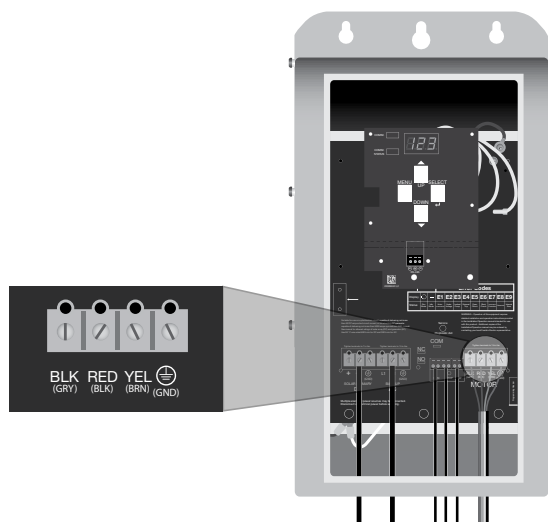

Figure 8 : Connexion du câblage de moteur
1. Branchez les câbles de l'assemblage pompe-moteur au bloc de bornes étiquetées « MOTOR » (« MOTEUR ») et marquées BLK, RED, YEL et GND (figure 8) (spécification de couple : 15 po-lb [1,7 Nm]).